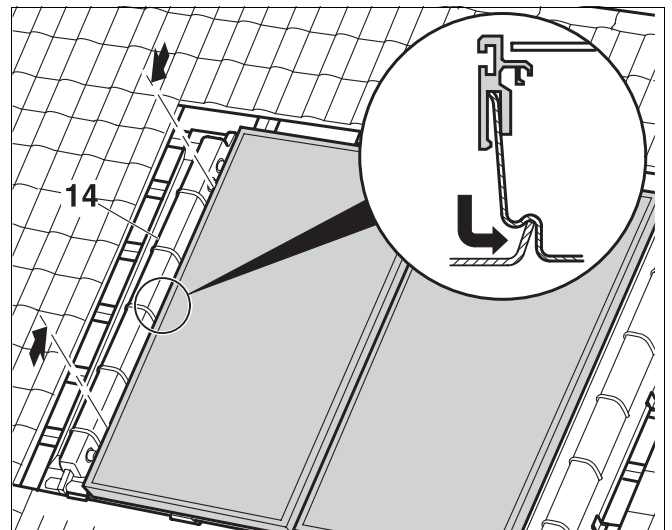

Abb. 49 Abschlusskanalrand einlegen
- Zwei Saugheber an der Kollektoroberseite anbringen (Abb. 49).
- Den Kollektor von unten in der Eindeckwanne hochschieben bis er fest in der Wanne liegt (Abb. 49).
- Den hochstehenden rechten Rand des linken Abschlusskanals (14) unter den Rand des linken Kollektors einschieben (siehe Lupe, Abb. 49).